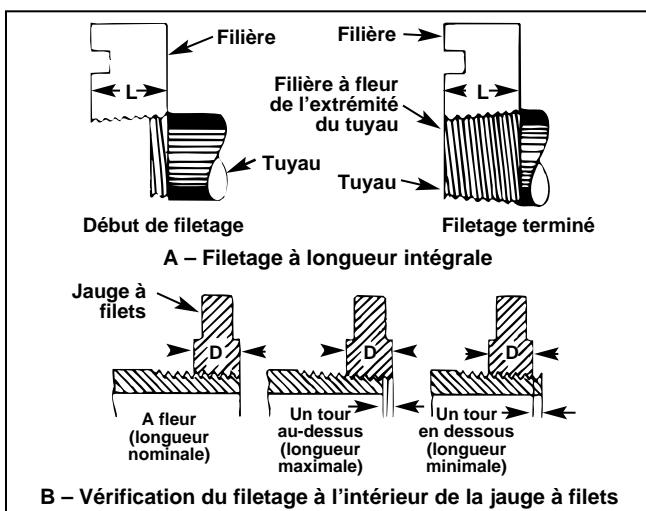

Figure 12 – Vérification de la longueur des filetages
Vérification de la longueur des filetages (Figure 12)
1. La longueur des filetages sera correcte lorsque l'extrémité du tuyau arrive à fleur de l'arrêté des filières (Figure 12).
2. La tête de filière peut être réglée de manière à obtenir le diamètre de filets nécessaire. Si possible, contrôlez les filets à l'aide d'une jauge à filets (*Figure 12*). Le filetage est correct lorsque l'extrémité du tuyau se trouve à plus ou moins un tour d'être à fleur de la surface de la jauge à filets.